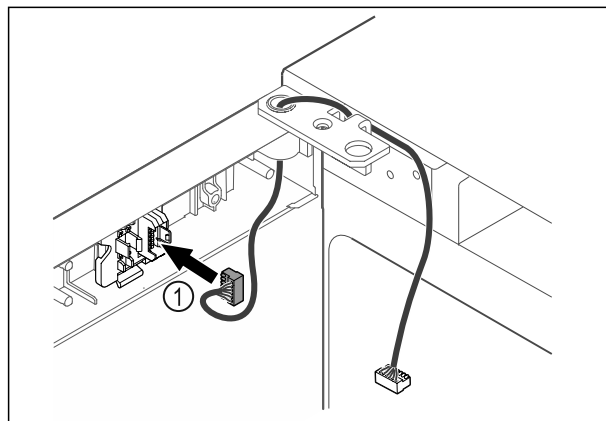

Fig. 42
- ▶ Futni spinën Fig. 42 (1) në mbajtësen e spinës.